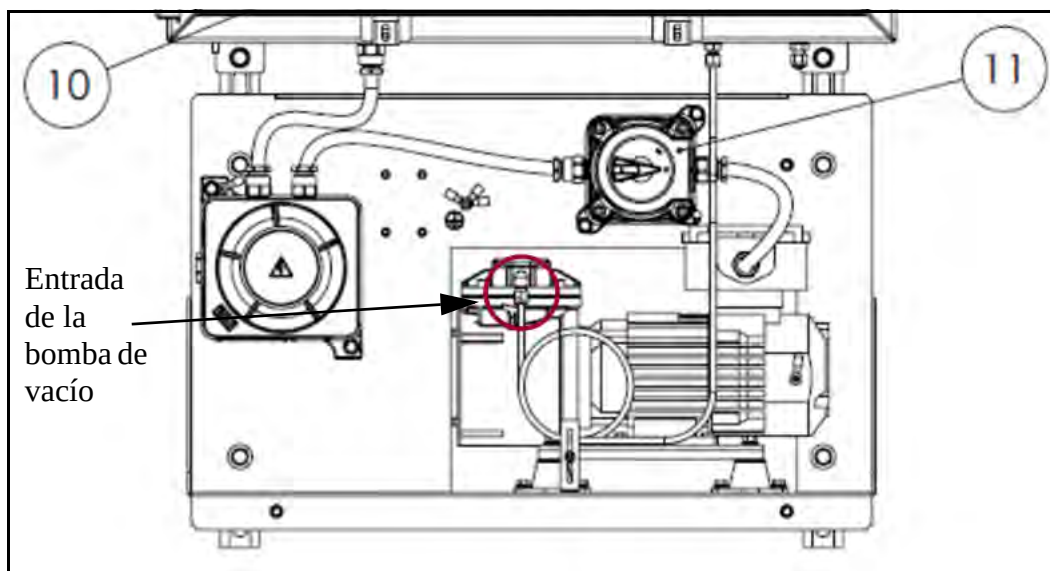

Figura 18: Entrada de la bomba de vacío
2. Desconecte la entrada de la bomba de vacío del sistema de muestras (consulte la Figura 18).